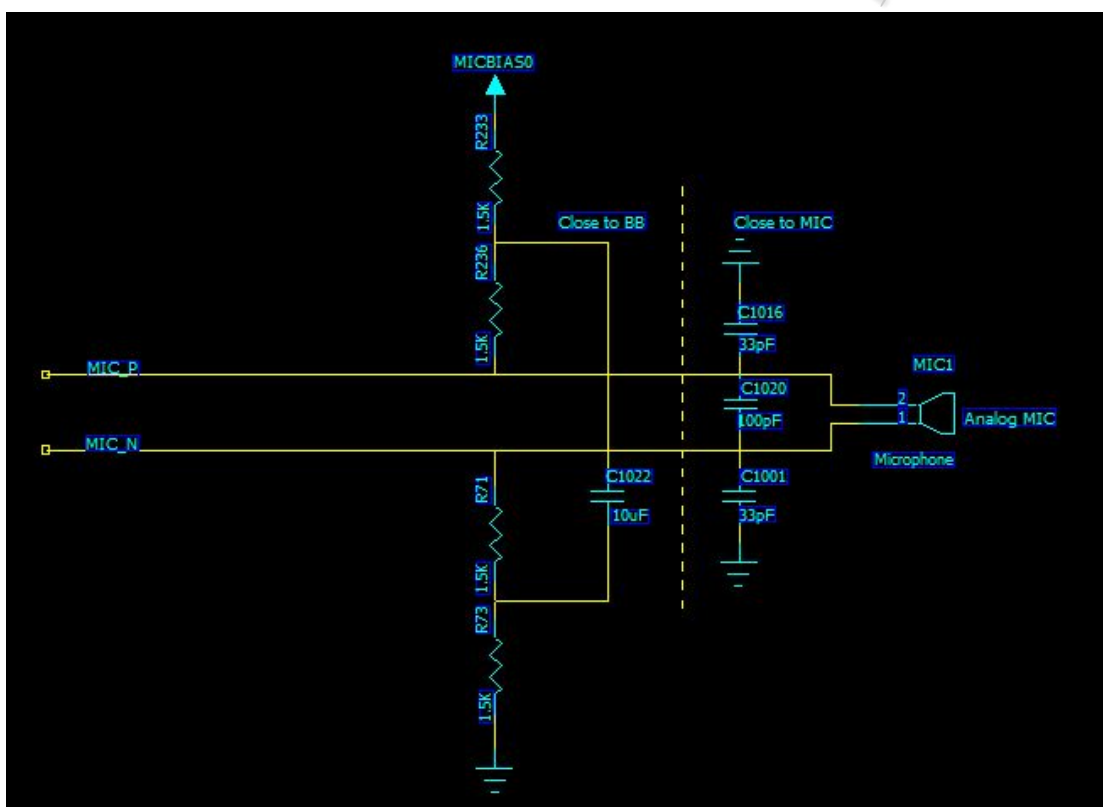

图 3-5
- MIC0 通道主要用于主 MIC 的输入，使用驻极体 MIC 时其典型电路如图 3-5 所示。